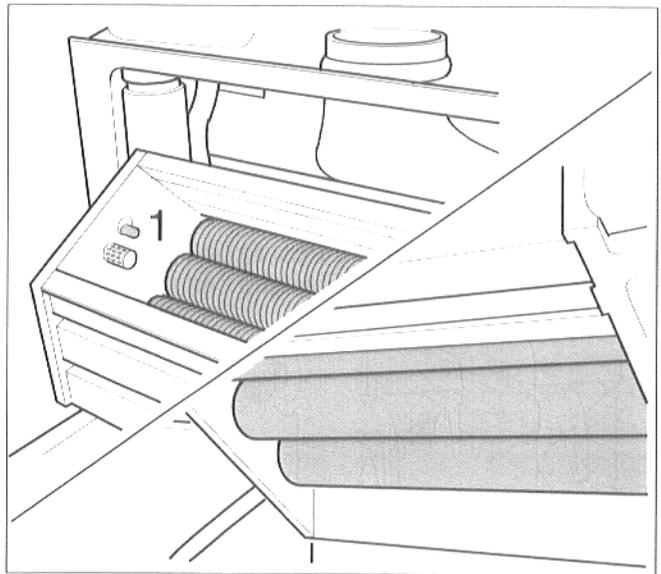

Abb. 37 Wärmetauscher reinigen
- Vorsicht**, die Glühzündelektrode (Abb. 37, Pos. 1) besteht aus **zerbrechlichem Material**.